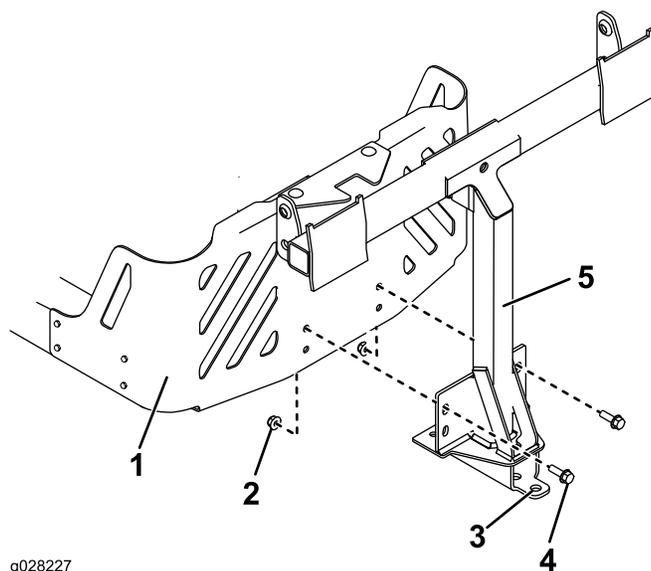

**Figura 10**
**Nota:** Utilice el soporte de estabilización únicamente en modelos de 2015 y posteriores (Figura 10).
1. Instale el soporte de estabilización en el protector del motor usando dos pernos de cuello cuadrado (5/16" x 3/4") y 2 contratuercas (5/16"), según se muestra en Figura 10.